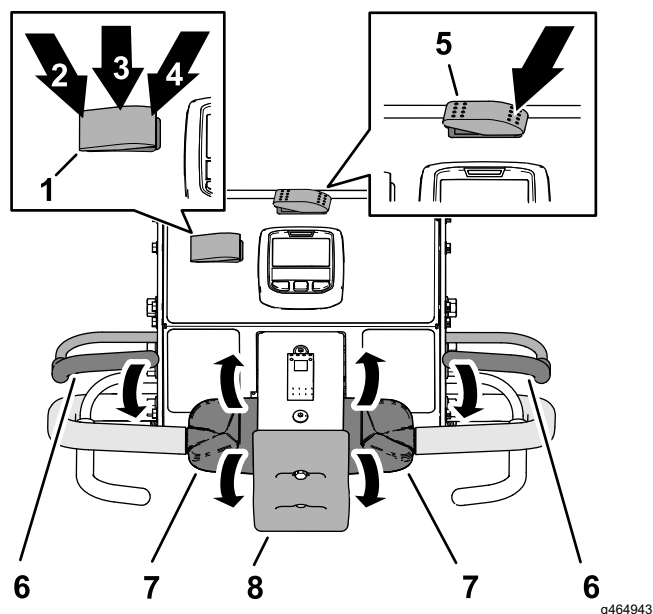

Figura 81
1. Premete l'interruttore trasporto/arieggiatura selezionando TRASPORTO (Figura 81).